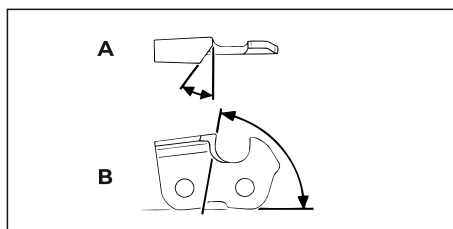

Рис. 74
11.7.3 Угол заточки и передний угол (рис. 74)